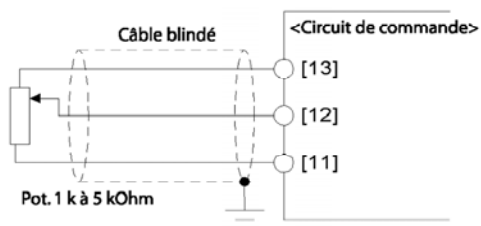

Figure 2-3-12 Raccordement d'un câble blindé
- Le variateur utilise des signaux analogiques faibles, très sensibles aux signaux parasites externes. Les câbles doivent être aussi courts que possible (maximum 20 m) et doivent être blindés. En principe, le blindage de protection des câbles doit être relié à la terre. Si les câbles sont perturbés par des interférences inductives, connectez le blindage à la borne [11]. Raccordez à la terre l'extrémité du blindage, comme indiqué à la figure 2-3-12, pour améliorer l'effet de blindage.